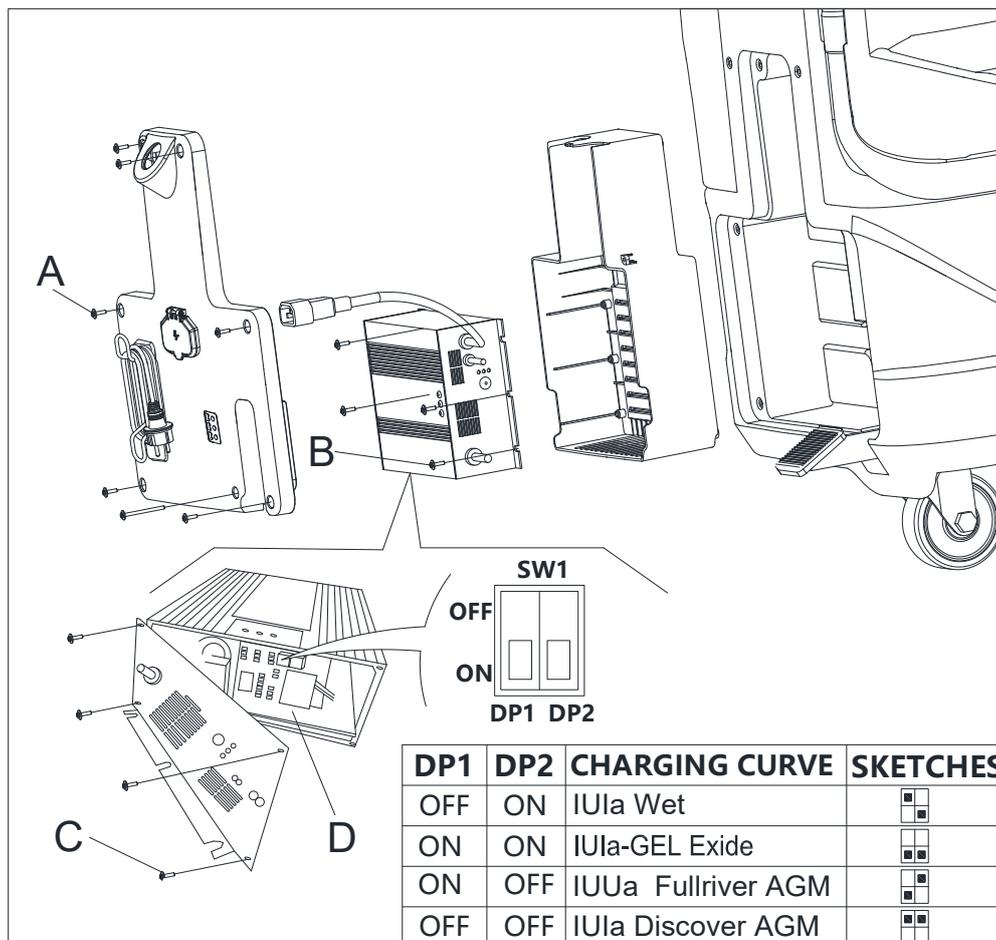

Abb. 4.1
11. Lösen Sie die Schrauben (A, B, C, Abbildung 4.1).
12. Öffnen Sie das Ladegerät und lokalisieren Sie die Komponente SW1 (D, Abbildung 4.1).
13. Stellen Sie die Schalter entsprechend der Tabelle in Abbildung 4.1 ein.
14. Installieren Sie die Schrauben (A, B, C, Abbildung 4.1), sobald die Einstellung fertiggestellt wurde.